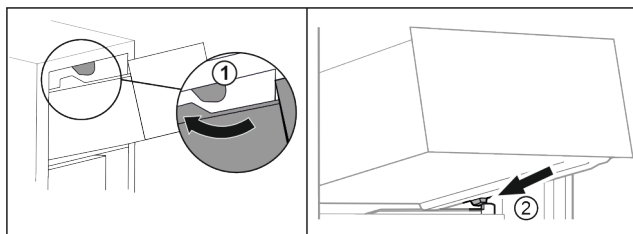

Fig. 133
- Predal speljite okrog zgornjih zaustavljalnikov. Fig. 133 (1)
- Predal postavite v poševnem položaju za spodnjimi zaustavljalniki na nastavek za posodo. Fig. 133 (2)